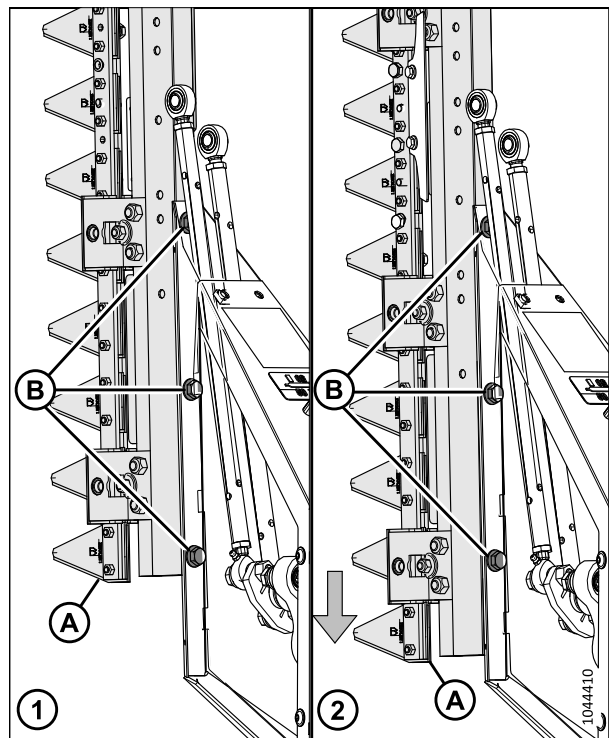

Рисунок 4.379: Регулировка положения ножа
16. Переставьте нож (А) в сборе так, чтобы отверстия надлежащей конфигурации совпали с отверстиями на раме. См. рис. 4.379, страница 806.